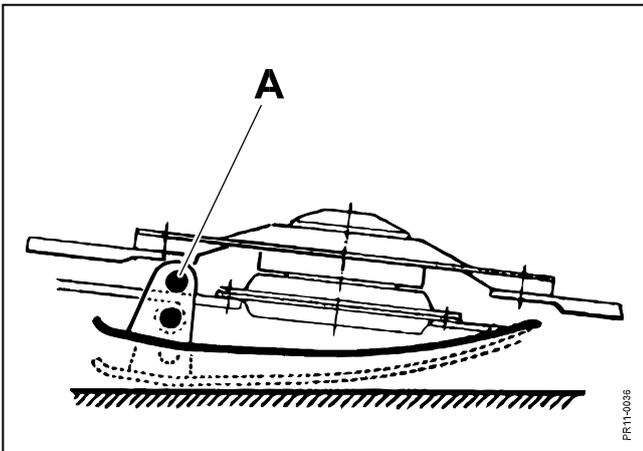

Fig. 3-11
- Fig. 3-11** 2) Régler **la hauteur de coupe** à l'aide des patins et de l'inclinaison du lamier